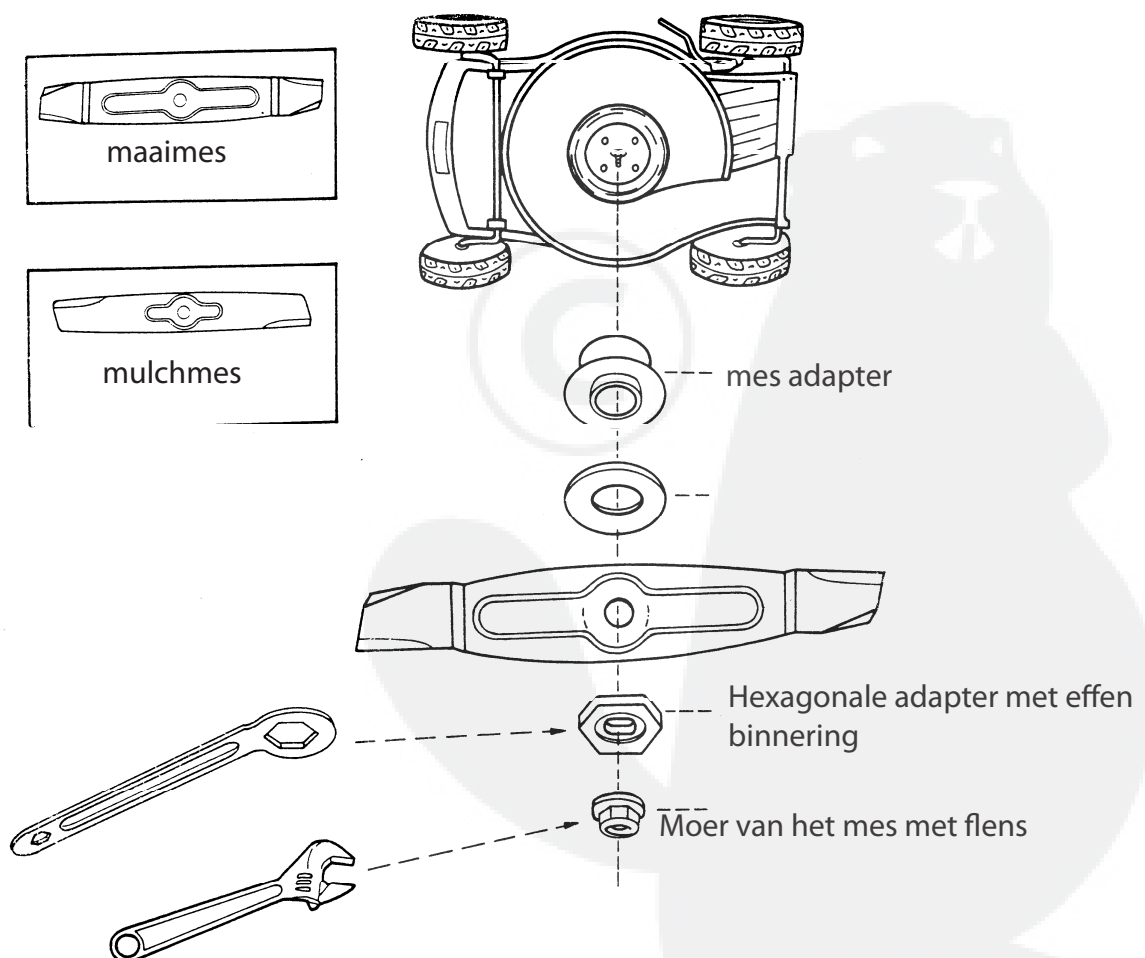

Fig. 19
3. Zie Fig. 19. Plaats de moersleutel 36 mm (geleverd met de grasmaaier) over de stalen HEXAGONALE ADAPTER. Los de 19 mm BOUT van het MES met een gewone of Engelse sleutel. Het mes moet in tegenwijzerszin draaien. Houd de stalen hexagonale adapter met de ene hand vast om te vermijden dat de motoras zou draaien en maak de bout van het mes los met de andere hand.
1. Om een scherp mes te vervangen of een nieuw mes te plaatsen, volg voorgaande werkwijze van 1 tot 4 in omgekeerde zin. Zorg ervoor dat u alle stukken op exact dezelfde manier terugplaatst zoals op Fig. 19. Kijk of het mes correct gericht is. Span de moer van het blad stevig aan.